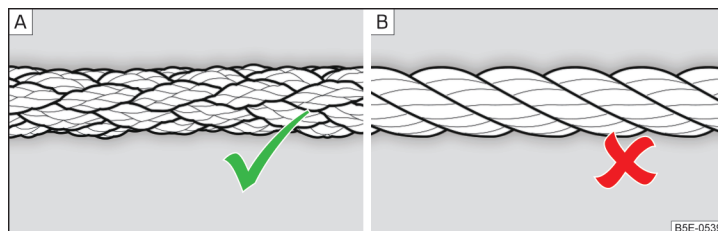

Fig. 336 Câble de remorquage tressé / Câble de remorquage tordu
Pour le remorquage avec un câble, utiliser uniquement un câble en fibres synthétiques tressées » fig. 336 - **A** » **I**.
- ▶ fig. 336 - [B], l'oeillet de remorquage pourrait se dévisser du véhicule - risque d'accident.